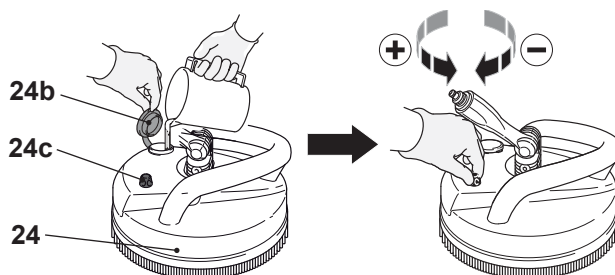

Fig. 13
9. Abra a tampa (24b) e encha com detergente adequado e feche a tampa depois (Fig. 13).